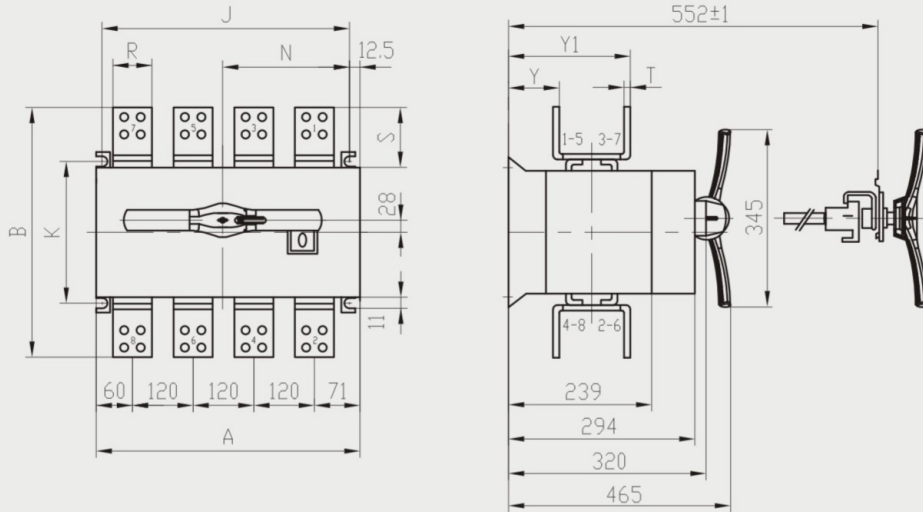

图4
4. HSG1-2000~2500外形尺寸见图4，安装尺寸见表4